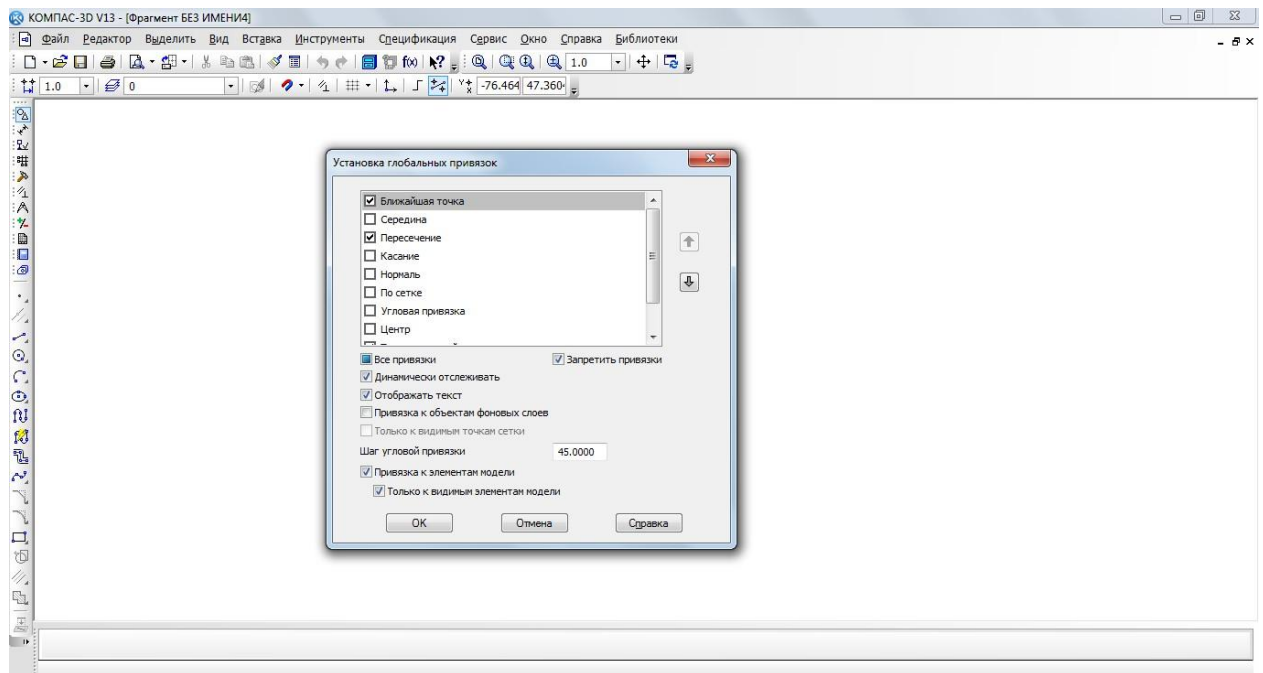

Рис. 1 Диалог установки глобальных привязок
– **Установка глобальных привязок** Инструментальная панель **Текущее состояние**. На экране появится диалог установки глобальных привязок (рис. 1).